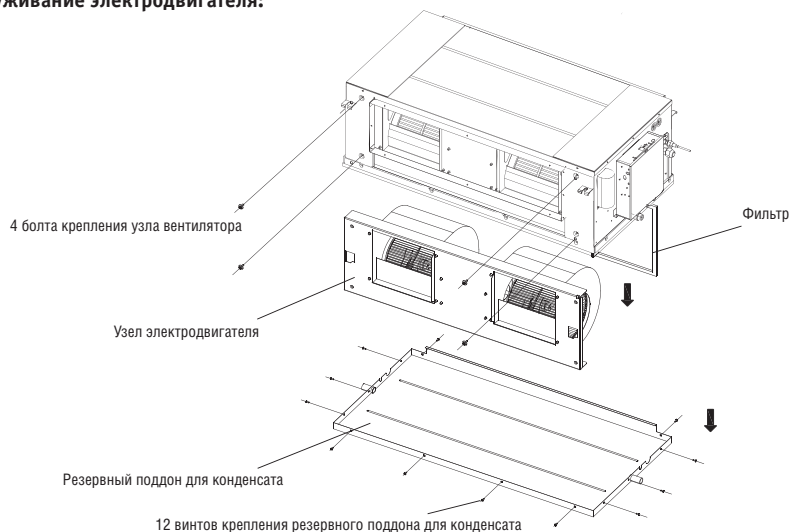
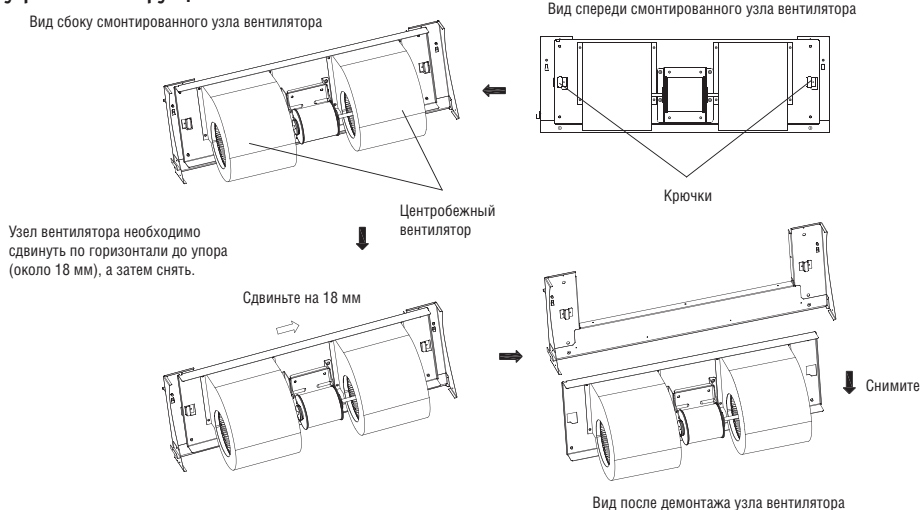

Рис. 17
Рис. 18
1. См. рис. 17: извлеките 12 болтов из резервного поддона для конденсата и снимите поддон.
2. См. рис. 17: извлеките 4 болта из узла вентилятора. Снимите узел вентилятора, как показано на рис. 18.
3. См. рис. 18: сдвиньте узел вентилятора по горизонтали до упора, а затем приподнимите и снимите его, потянув вниз.